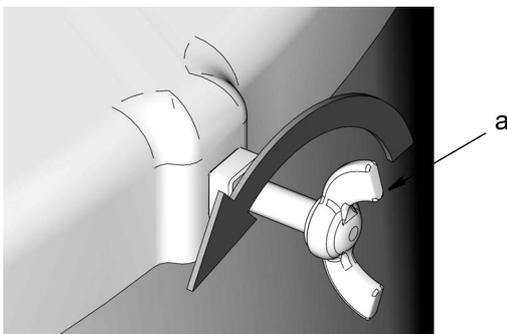

FIG. 5
- Enlevez le couvercle de fût en desserrant les vis papillon (a) (FIG. 5).